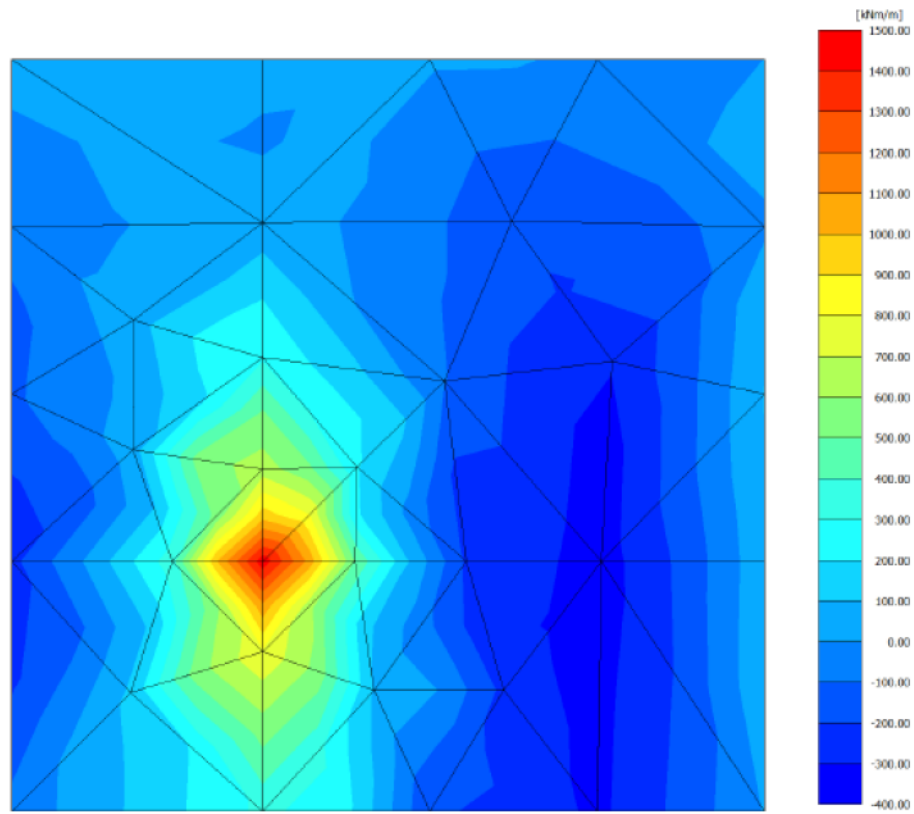

图 2.4 地下室底板的弯矩
- 10)  点击云图按钮(Shading)，将显示图 2.4 所示的图形。